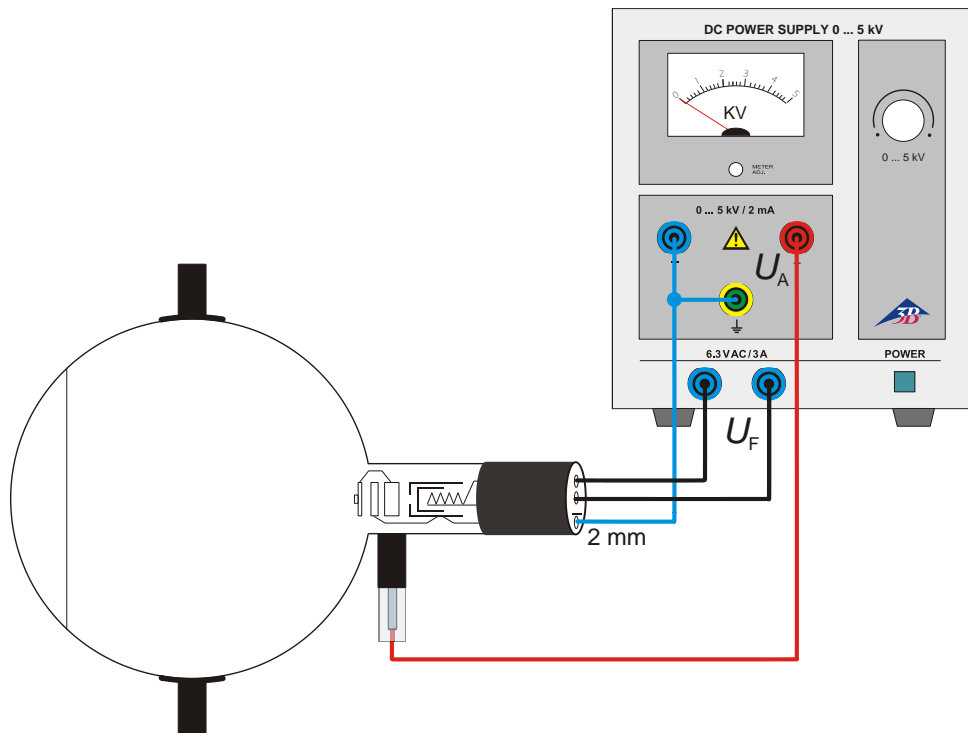

Fig. 2 Circuito del tubo de difracción de electrones D
- Monte el experimento de acuerdo con la fig. 2. El polo negativo de tensión anódica se conecta siempre a través de los conectores de 2 mm.